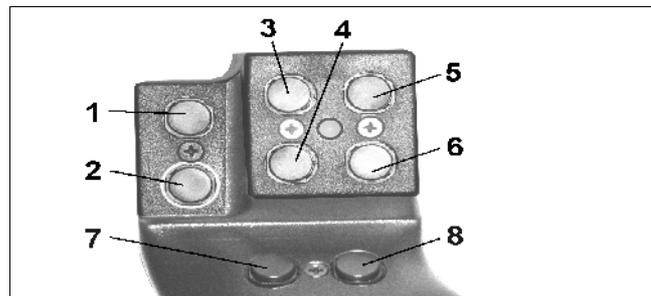
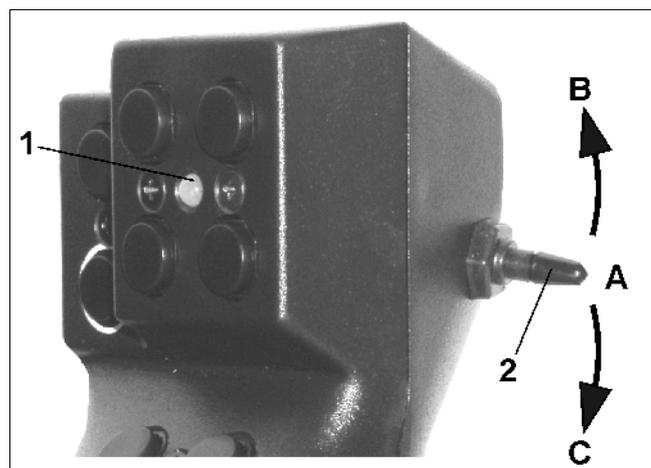

Fig. 89
Fig. 90
Pour commander l'**AMATRON⁺⁺** la poignée multifonctions (Fig. 89) dispose de 8 touches (1 - 8). En outre, le commutateur (Fig. 90/2) permet de changer 3 fois la fonction des touches.
- ☞ la position centrale (Fig. 90/A) et peut être déplacé vers
- ☞ le haut (Fig. 90/B) ou
- ☞ le bas (Fig. 90/C).
La position du commutateur est affichée par une diode lumineuse (Fig. 90/1).